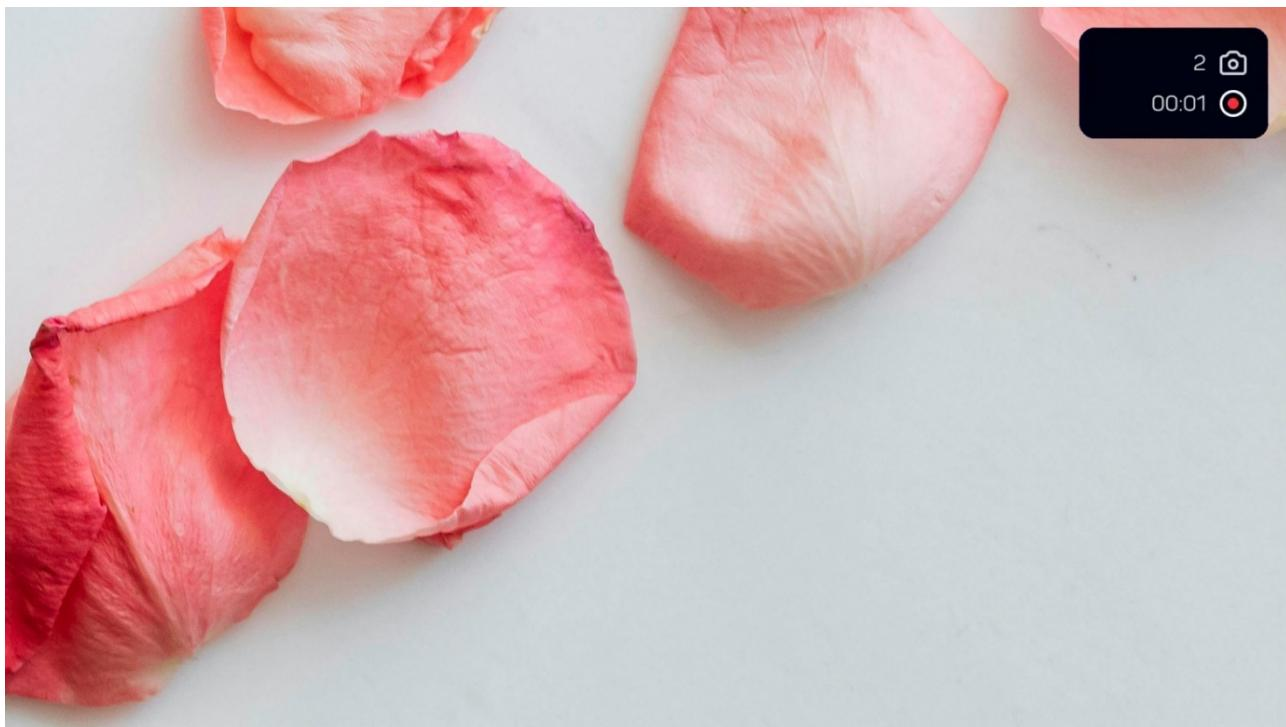

Figure 7 : Démarrer l'enregistrement vidéo
- Lancez un enregistrement vidéo en appuyant longuement sur [1] (voir Figure 7)